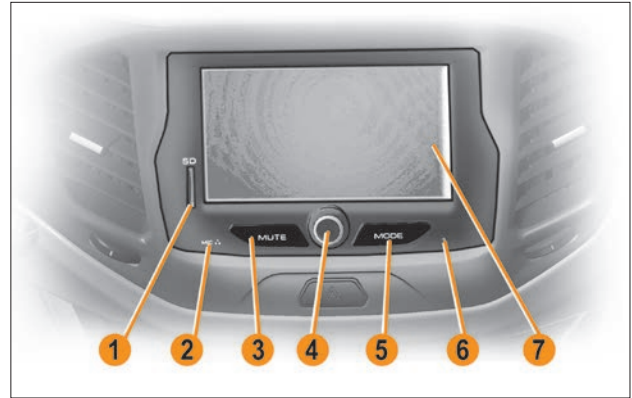

Рис. 3. Внешний вид и форма ММС с навигационной системой
2.1.1 Включение ММС с навигационной системой осуществляется кратковременным нажатием (1-2 сек.) на ручку энкодера **4** (рис. 3).
2.1.3 Для выключения MMC с навигационной системой одновременно нажмите ручку энкодера **4** (рис. 3) и удерживайте ее в нажатом положении до выключения дисплея.
2.1.4 Для перезагрузки MMC с навигационной системой тупым тонким стержнем нажмите и удерживайте в течение 2–3 сек. кнопку Reset **6** (рис. 3). После перезагрузки MMC с навигационной системой переходит в режим «Радио» с прослушиванием первой сохраненной радиостанции.